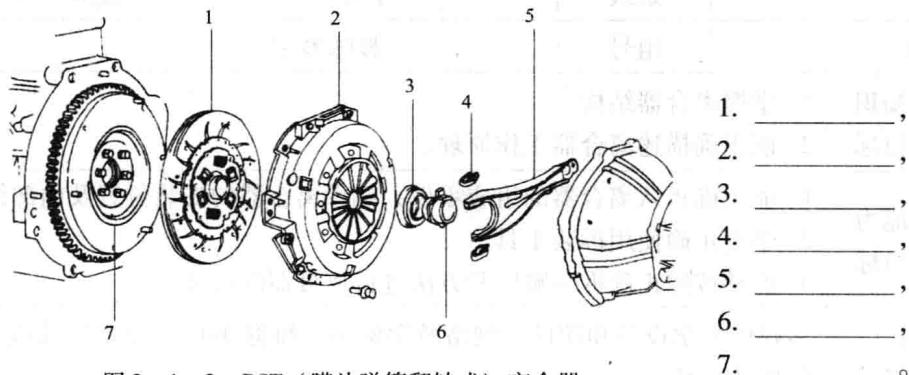

图 2-1-2 DST (膜片弹簧翻转式) 离合器
6. 对照实物，如图 2-1-2 所示。写出膜片弹簧离合器各零部件的名称。